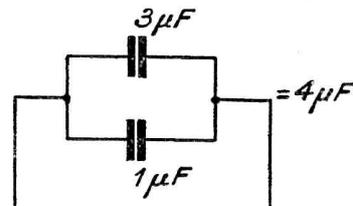

FIG. 5.
b) Branchés selon la figure 5, la capacité résultante C est égale à la somme du nombre de condensateurs en parallèle :